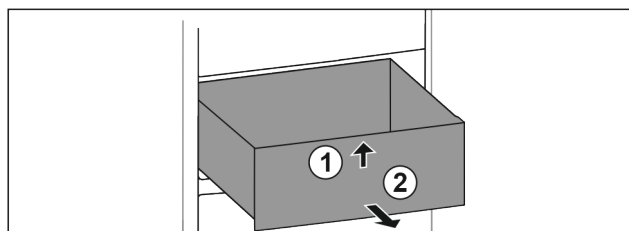

Fig. 66
- Schubfach vorne anheben. Fig. 66 (1)
- Schubfach nach vorne entnehmen. Fig. 66 (2)